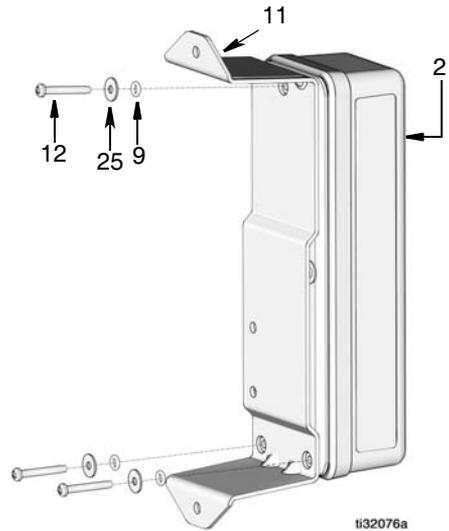

ABB. 12
21. PLS-Gehäuse (2) an der Halterung (11) ausrichten. O-Ringe (9), Scheiben (25) und Schrauben (12) zur Befestigung der Abdeckung am Gehäuse anbringen (ABB. 12).